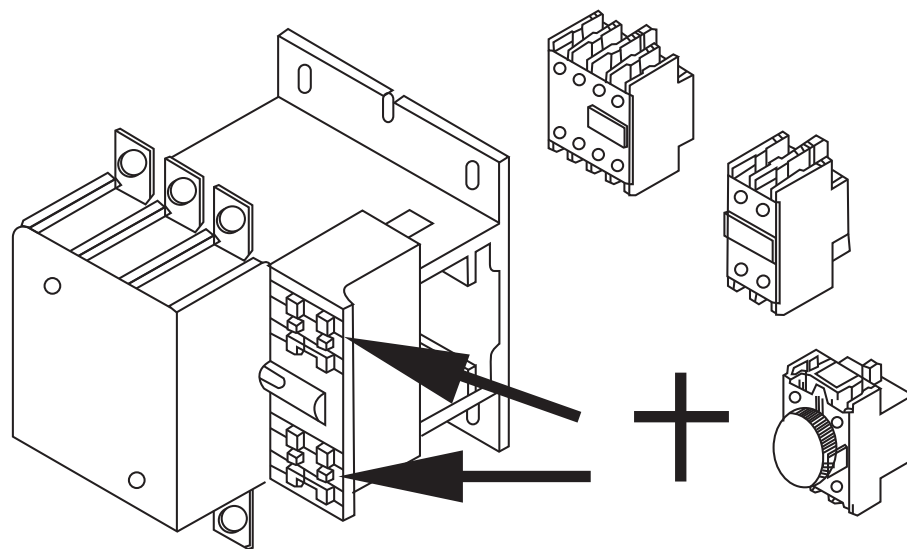

图2 接触器可以采用积木式安装方式如装辅助触头组、空气延时头及其它附件
6.3 接触器线圈内有一对常开触头,可作为自锁触头或信号触头用;另外,可加装两个辅助触头组共8对触头,见图2。辅助触头组合情况见表2。
6.5 可以采用积木式安装方式加装辅助触头组、空气延时头及其它附件见图2。